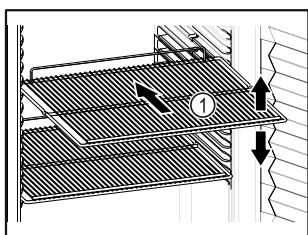

Fig. 20 Primjer izgleda
- Ako su rešetke za polaganje Fig. 20 (1) pomične, prilagodite ih po visini.